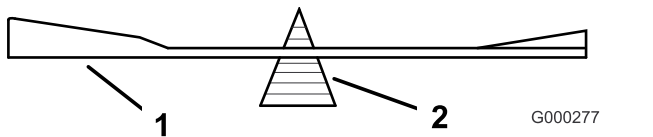

Figure 75
2. Vérifiez l'équilibre de la lame en la plaçant sur un équilibreur (Figure 75).